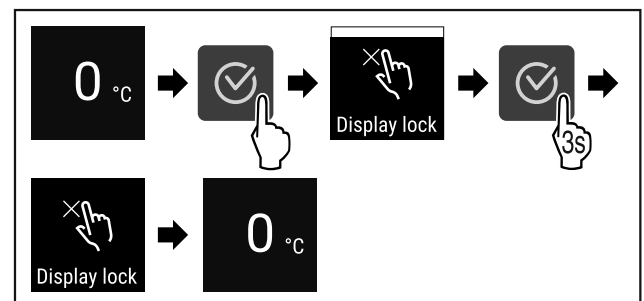

Fig. 78
- ▶ Obavite korake postupka (pogledajte Fig. 78).